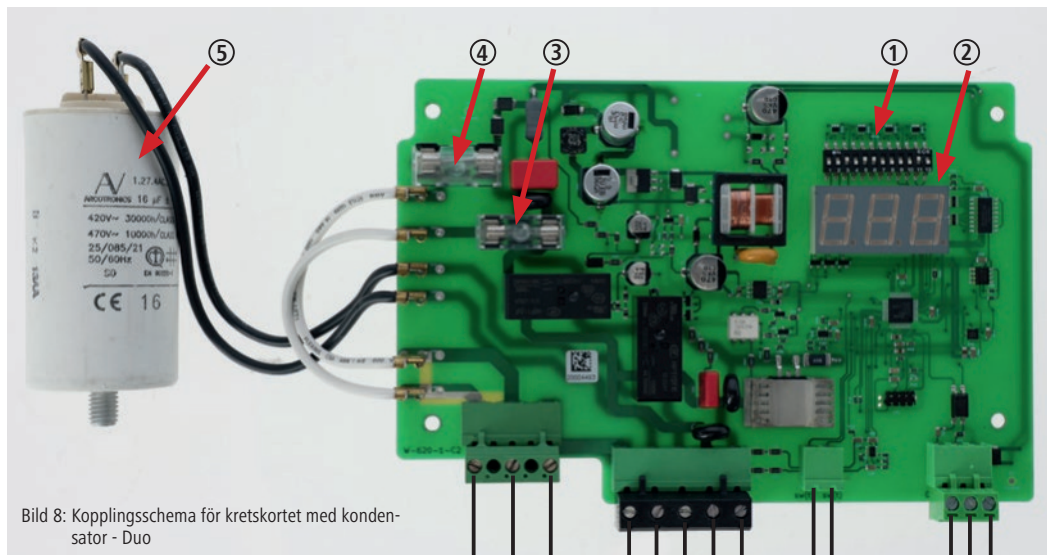

Bild 8: Kopplingsschema för kretskortet med kondensator - Duo
Cykeltiden är fabriksinställd på 60 sekunder. Vid behov kan den justeras med hjälp av Dip-Switch-elementet på kretskortet (bild 8 – pos. 1) till ett värde mellan 10 och 300 sekunder. Cykeltiden får endast ställas om på nytt efter kontakt med Kerbl Service. Standardinställningen och därmed den optimala inställningen för kreatursborsten Duo är T3.
Säkring 6, 3 A (bild 8 – pos. 3+4) på kretskortet har bränts eller hamnat ur position.	• Koppla från styrsystemet från strömförsörjningen och säkra den mot att slås på igen. • Kontrollera att säkringarna sitter ordentligt. Byt ut defekta säkringar. (Bild 8 – pos. 3+4) • Om fortfarande inget visas på displayen vid omstart efter utbytta säkringar är moderkortet defekt.